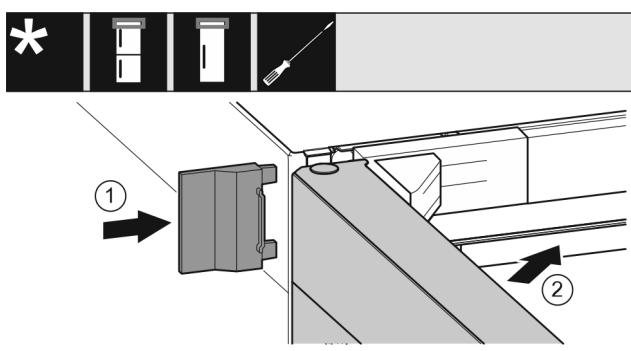

Fig. 21
- Насуньте зовнішню кришку. Fig. 21 (1)
- Закрійте верхні дверцята. Fig. 21 (2)